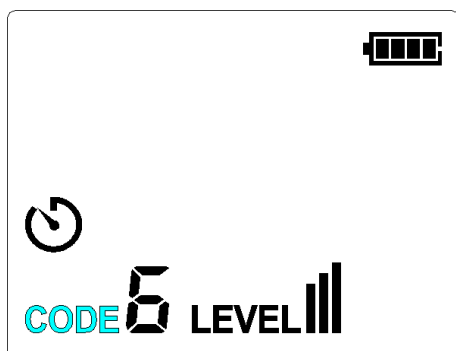

Figure 6.1.1b CODE en augmentation
3. Lorsque le symbole du code clignote, appuyez brièvement sur les boutons HAUT/BAS pour régler le code sur 0, 1, 2, 3, 4, 5, 6 ou 7. Le code par défaut est 5, comme le montrent les figures 6.1.1b et 6.1.1c.